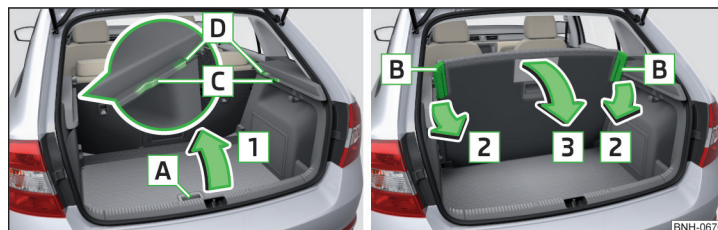

Fig. 114 Ridicarea/coborârea podelei variabile
- › Ridicați podeaua variabilă de mânerul **A** în sensul săgeții **1**. Colțurile pliabile **B** trebuie asigurate în zonele **C** sau **D** („poziția de parcare”) » fig. 114.